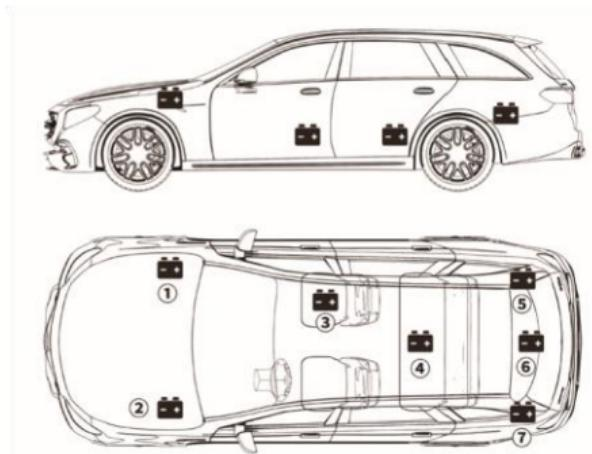

Figura 3.1.1
- 1) La maggior parte dei modelli di veicoli posiziona la batteria nel vano motore, sotto il cofano, in uno degli angoli anteriori. Vedere la posizione della batteria ① e ② nella Figura 3.1.1.
- 2) Per bilanciare la distribuzione del peso non uniforme, alcuni produttori mettono la batteria nel bagagliaio. Vedere la posizione della batteria ⑤ , ⑥ e ⑦ nella Figura 3.1.1. In questo caso, la batteria potrebbe avere un coperchio di plastica che deve essere rimosso prima di qualsiasi test.
- 3) Per alcuni modelli, la batteria potrebbe essere riposta sotto il sedile posteriore. Vedere la posizione della batteria ④ nella Figura 3.1.1.
4) Per gli altri veicoli, la batteria sarà posizionata sotto il sedile del passeggero. Vedere la posizione della batteria ③ nella Figura 3.1.1.